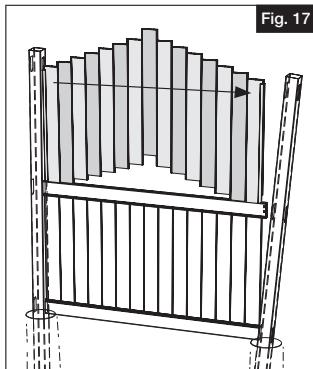

Fig. 17
- b. Inserte los tablones superiores en el travesaño intermedio y compruebe que haya canales en U en ambos extremos. Empiece con el primer poste instalado y trabaje en dirección del segundo poste (Fig. 17).